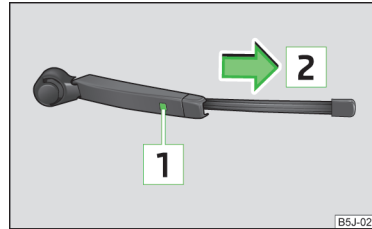

Abb. 52
- Den Scheibenwischerarm von der Scheibe anheben » Abb. 52.